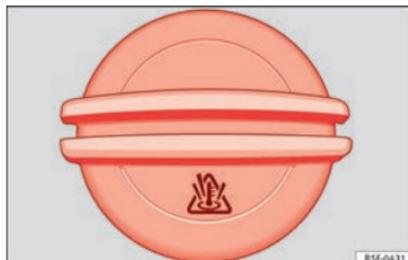

Fig. 245 No compartimento do motor: Tampão do reservatório de expansão do líquido de refrigeração.
- O depósito de expansão do líquido de refrigeração é identificado pelo símbolo  da tampa » » » Fig. 245.